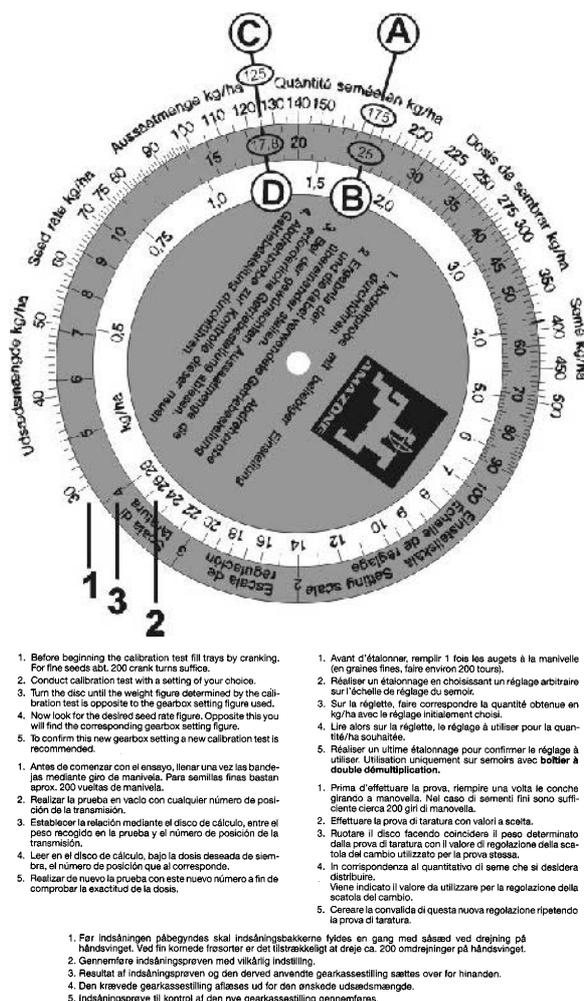

Fig. 32
La disquette comprend trois échelles graduées: une échelle en bordure du disque sur fond blanc (Fig. 32/1) pour les quantités supérieures à 30 kg/ha et une échelle intérieure sur fond blanc (Fig. 32/2) pour les quantités inférieures à 30 kg/ha. L'échelle intermédiaire à fond coloré (Fig. 32/3) indique les valeurs de réglage pour le sélecteur, échelonnées de 1 à 100..
2. Faites concorder la quantité calculée 175 kg/ha (Fig. 32/A) avec la valeur de réglage arbitraire "25" (Fig. 32/B) sur la disquette.
3. Lisez sur la disquette la valeur de réglage du sélecteur correspondant à la quantité de grain voulue de 125 kg/ha (Fig. 32/C). Dans notre exemple, la valeur de réglage à utiliser est "17,8" (Fig. 32/D).
1. Avant de vidanger la trémie, placez un seau sous les ouvertures des tubes de vidange (Fig. 32/1).